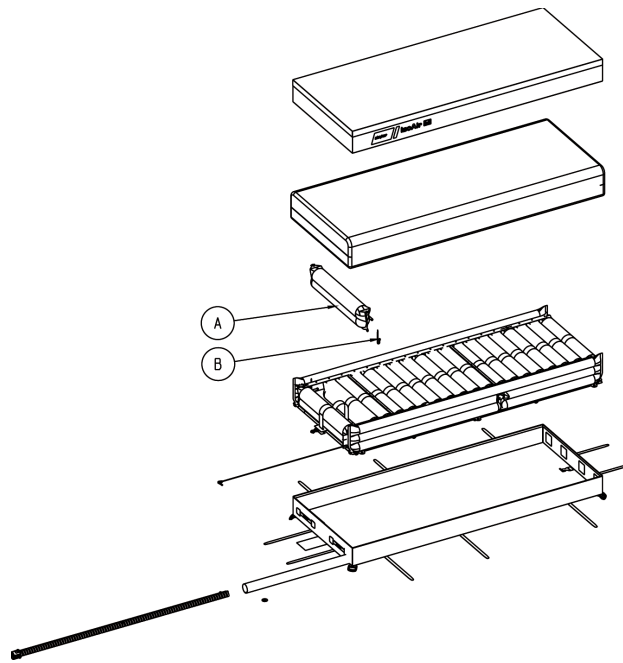

Figure 8 – Remplacement des cellules d'air non AST
8. À l'aide d'une pince diagonale, couper le serre-câble en nylon du raccord à deux lignes du collecteur/des cellules d'air non AST (A).
9. Couper le raccord (B) dans le sens de la longueur pour la cellule à air non AST remplacée (A) (Figure 8).